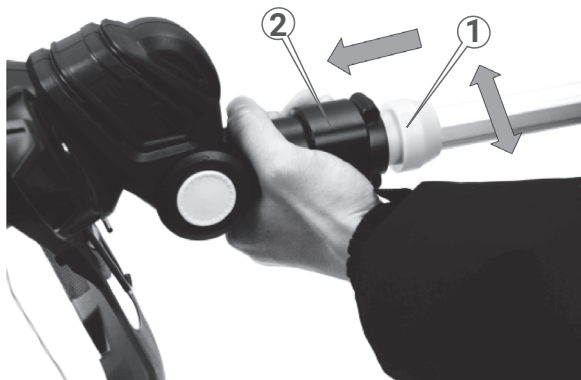

Рисунок 8. Схема регулювання кута нахилу різальної головки у горизонтальній площині.
1. Відвести різальну головку (2, рис. 8) вздовж телескопічної опори (1, рис. 8) в крайнє положення.
2. Повернути штангу (1, рис. 8) відносно різальної головки за годинниковою стрілкою або проти годинникової стрілки на потрібний кут в межах 90 градусів.